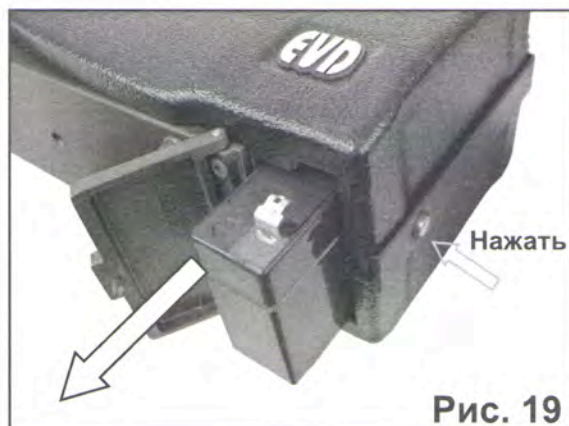

Рис. 19
2. Откройте крышку батарейного отсека детектора и достаньте аккумуляторную батарею (рис. 19).